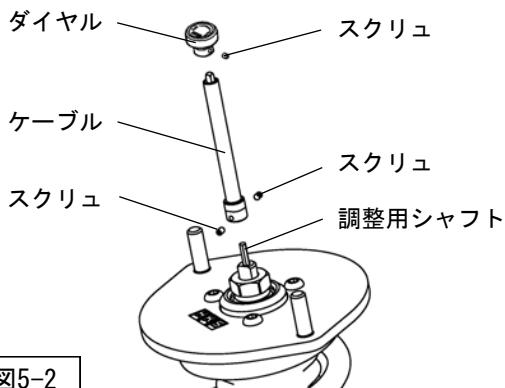

図5-2
2. 減衰力調整ケーブル（同梱品）からダイヤルを取り外し、リアサスペンションASSY先端の調整用シャフトにケーブルを取り付けてください。（図5-2）
スクリュの締付けは六角レンチ（1.5mm・同梱品）を使用してください。（図5-2）